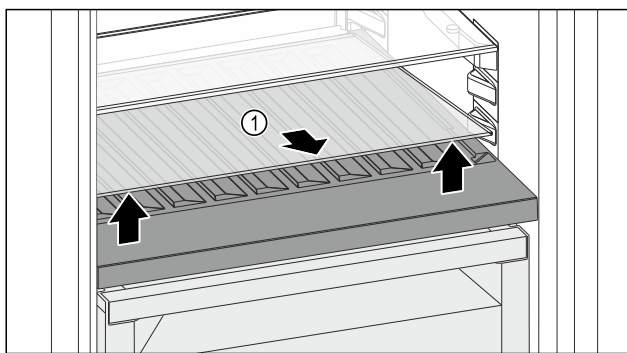

Fig. 180
- Lyft glasskivan Fig. 180 (1) i ursparingen framtill och ta ut den.
- Förvara glasskivan Fig. 180 (1) säkert utanför skåpet.
- Lägg in glasplattan (2) under det variabla flaskstället.